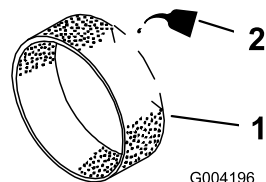

図 18
3. 乾いたらエンジン・オイルを 60 ccほど含ませる(図 18)。